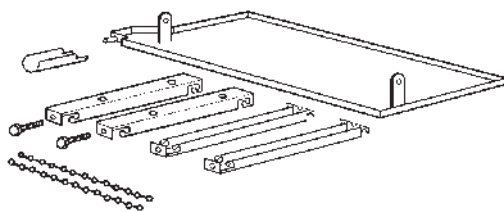

Fig.1
b) Modèles 10 L et 12L (fig. 1) :
b) Models 10L and 12L (fig. 1) :